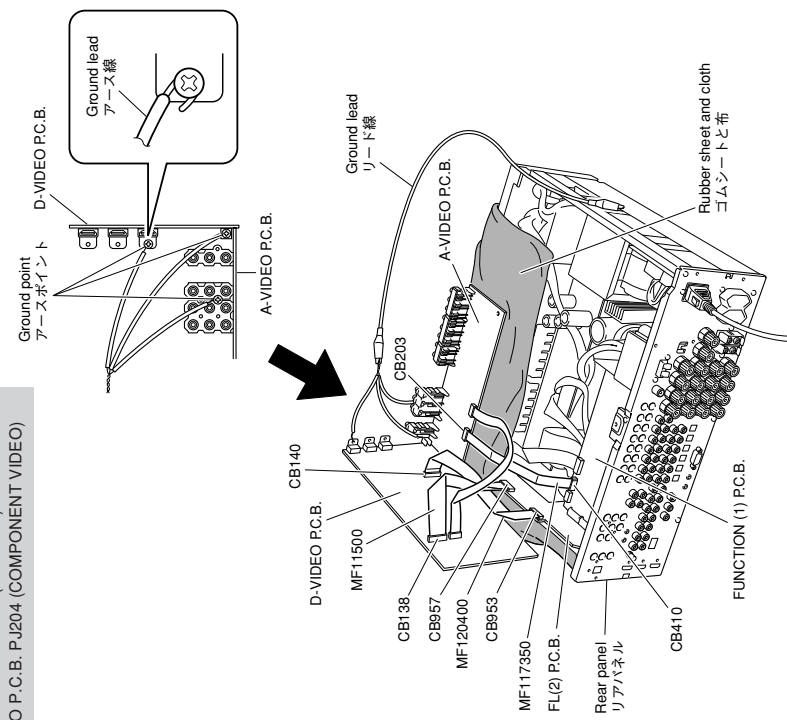

Fig. 6
- Put the rubber sheet and cloth over the equipment. Then place the P.C.B.s upside down on the cloth and check it. (Fig. 6)
- In this unit, the ground of P.C.B.s shown below is connected to the rear panel. When these P.C.B.s are removed from the rear panel, connect the ground point to the rear panel or chassis, using a ground lead wire or such. (Fig. 6)
- 本機の上にゴムシートと布を敷き、その上にP.C.B.を裏返しに置いてチェックします。(Fig. 6)
- 本機ではP.C.B.のアースがリアパネルに接続されています。これらのP.C.B.をリアパネルより取り外した場合は、リード線等でアースポイントをリアパネルまたはシャーシに接続してください。(Fig. 6)